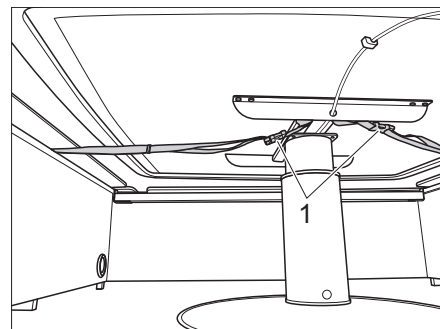

Bild 54 Hubtisch Sicherung mit Gurten
- ▷ Der Hubtisch ist nicht am Boden befestigt. Vor der Fahrt den Hubtisch bis zum unteren Anschlag absenken und mit den Gurten (Bild 54,1) unter den Sitzbänken befestigen.